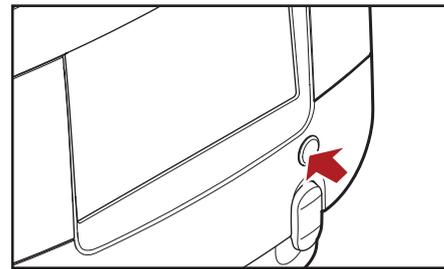

Fig. 4.10- Erogazione di acqua calda a flusso libero
- Erogazione di acqua a flusso libero con il pulsante dell'acqua calda, vedi fig. 4.10 a pagina 14.
2. Premere il pulsante dell'acqua calda e tenerlo premuto finché non viene erogata la quantità di acqua calda richiesta (fig. 4.10).